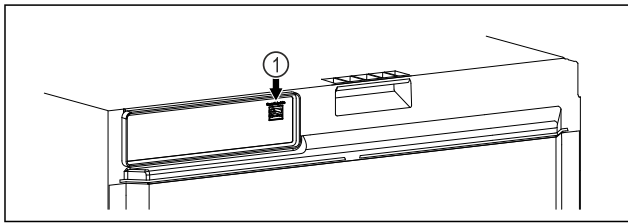

Fig. 141
- SmartModule Fig. 141 (1) er indsat.